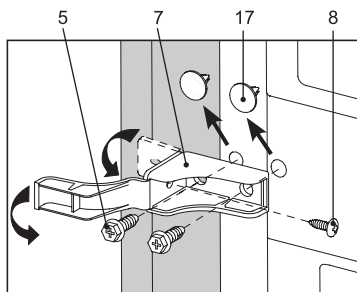

Figura 7
- scoateți două capace decorative 17 în conformitate cu figura 7;